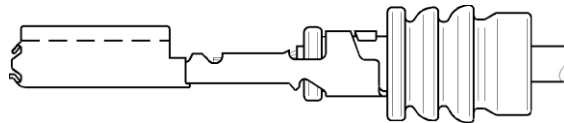

Figure 6
La collerette du joint unifilaire doit être visible dans l'ouverture à la base du contact. Au mieux, elle doit toucher les ailes de frettage (voir figure 6).
*The collar of the single-wire seal must be visible in the window in the base of the crimp. At the most, it may touch the edge of the crimp (see figure 6).*